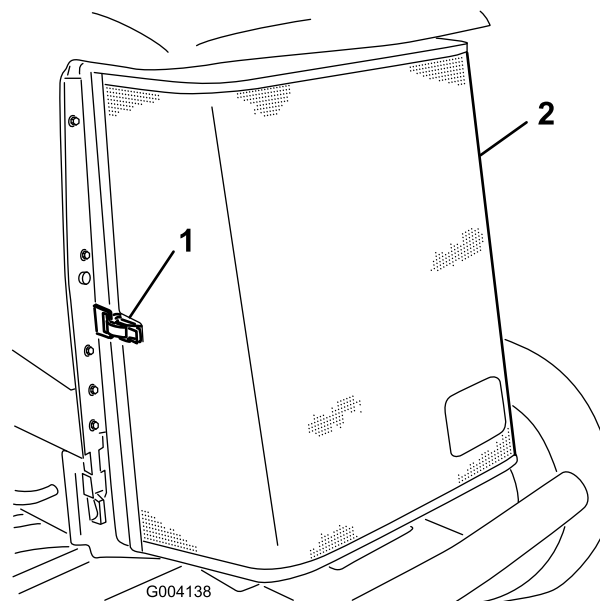

Figura 59
3. Desenganche y abra la rejilla trasera (Figura 59).